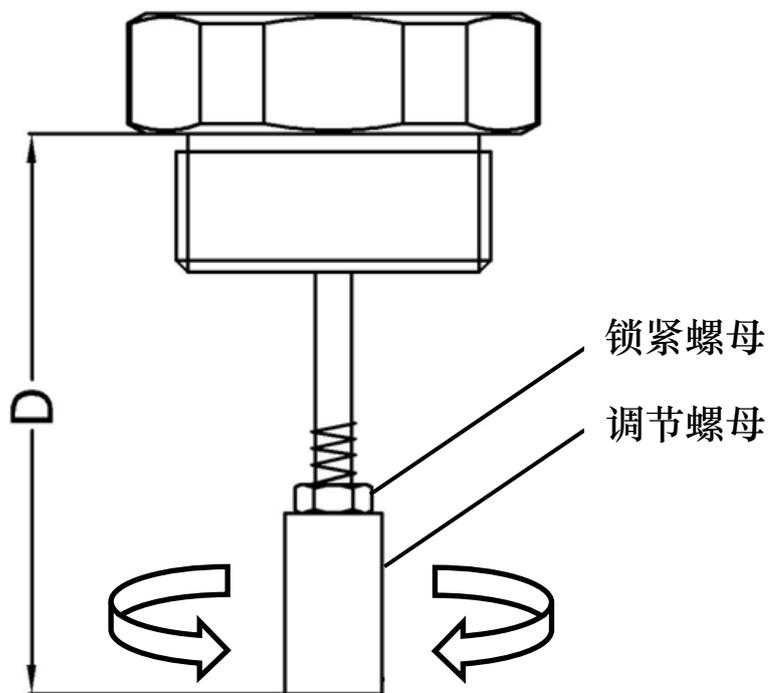

图39. 调节 D 值
- 调节位移传感器的调节螺母, 然后在位移传感器完全松开状态下用深度尺测量 D 值 (图 39 中标注所示)。计算压缩量  $L1 = D - C1$ ,  $L2 = D - C2$ 。建议尽可能使 L1 和 L2 的值在下表所示的参考范围内。如果 L1 或 L2 的值无法满足在下表所示的参考范围内, 则可根据实际情况调节 D 值。